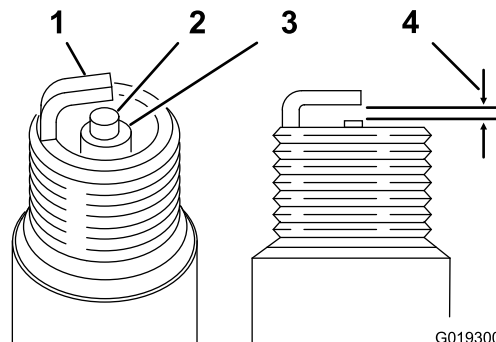

图 32
空隙 0.700.80mm 请参阅 图 32
4. 如 图 32 所示将空隙设定为 0.700.80mm。